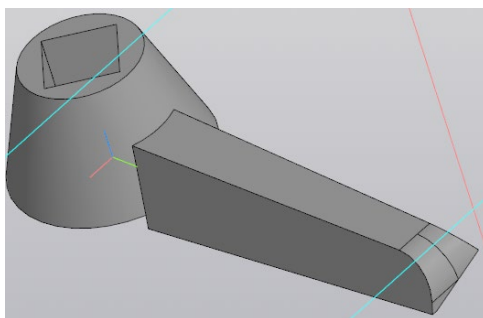

Рисунок 59 – Скругление верхнего торцевого ребра ножа
9.11 Выполните скругление верхнего торцевого ребра ножа радиусом 2 мм (рис. 59).